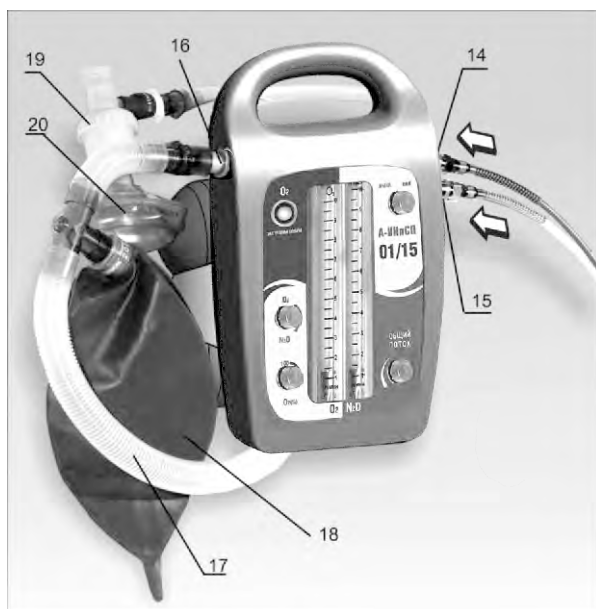

Рис.4
4.6. На торцевых поверхностях аппарата расположены (Рис.4):